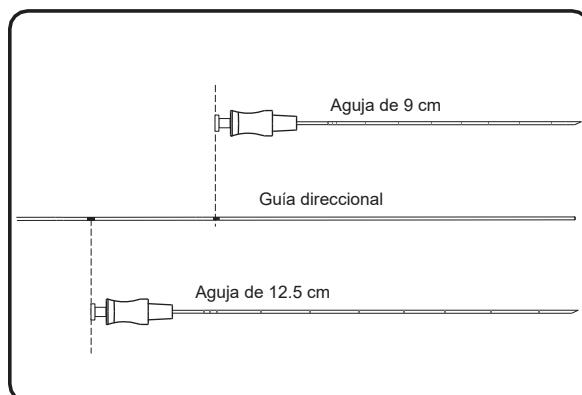

Figura 8: Inserte la guía direccional hasta que el marcador de profundidad adecuado esté alineado con el conector de la aguja de foramen.
- Inserte la guía direccional en la aguja de foramen, alineando el marcador de profundidad adecuado en la guía direccional con la parte superior de la aguja (Figura 8).